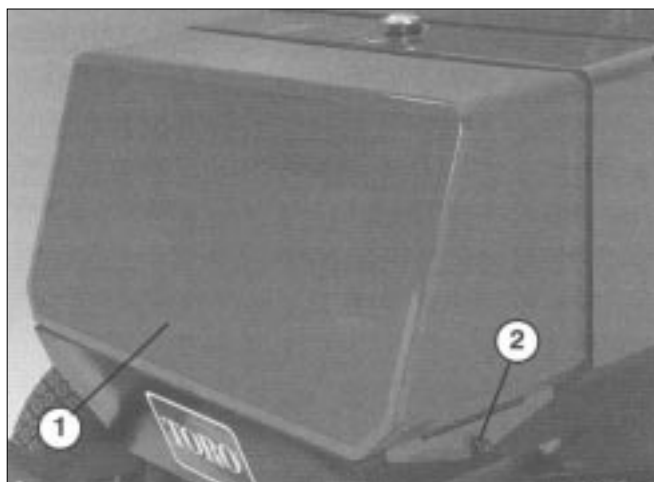

図26
1. 後部スクリーンのノブ(図26)を取り、スクリーンを外します。